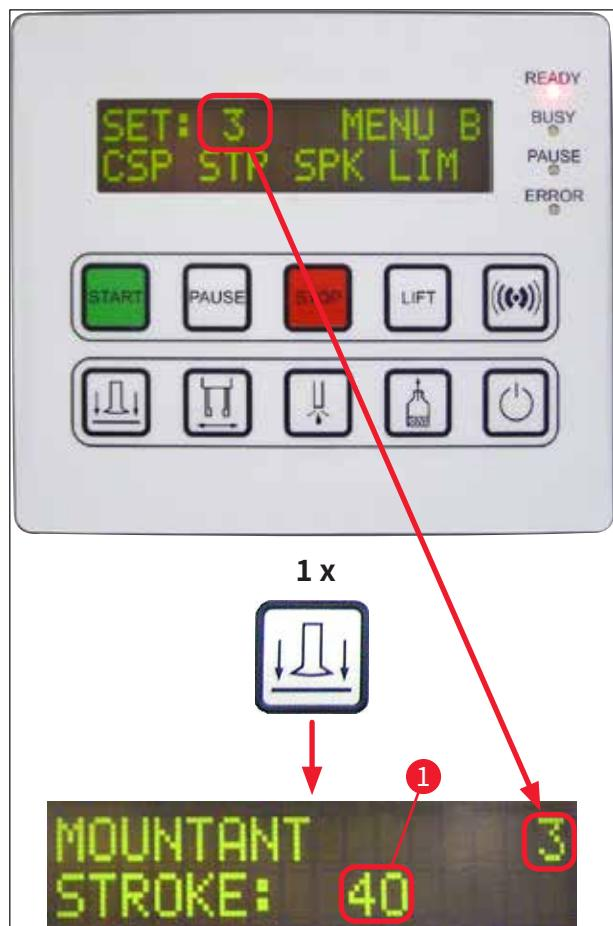

图 40
1. 若要修改盖玻片封固剂行程长度 (STK)，按下释放盖玻片按钮 (→ 图 40)。